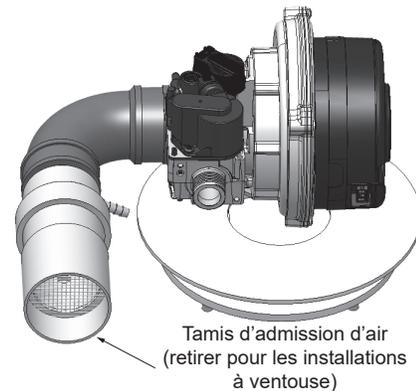

Figure 17. Admission d'air du souffleur
3. Évacuation directe horizontale - bouche d'évacuation à travers un mur pour l'évacuation des gaz de combustion et tuyauterie pour amener l'air de combustion vers le chauffe-eau à partir de l'extérieur. Voir *Figure 17* (page 29) et *Figure 27* (page 34) et *Figure 28* (page 34).
Remarque : Si l'appareil est installé dans une configuration à évacuation directe, le tamis d'admission d'air doit être retiré. Le tuyau d'admission d'air peut alors être collé à l'admission d'air fournie sur l'appareil. Voir **Figure 17**.